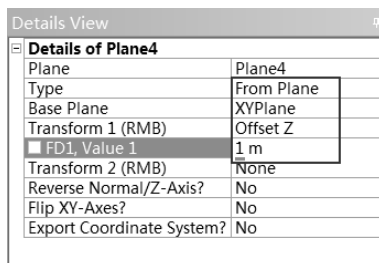

图 5-50 设定新平面
Step15：如图 5-50 所示，在 Details View 面板的 Details of Plane4 中做如下设定，即设置 Type 为 From Plane，设置 Base Plane 为 XYPlane，设置 Transform1 (RMB) 为 Offset Z，设置 FD1, Value 1 为 1m。单击工具栏中的 Generate 按钮，生成新平面。